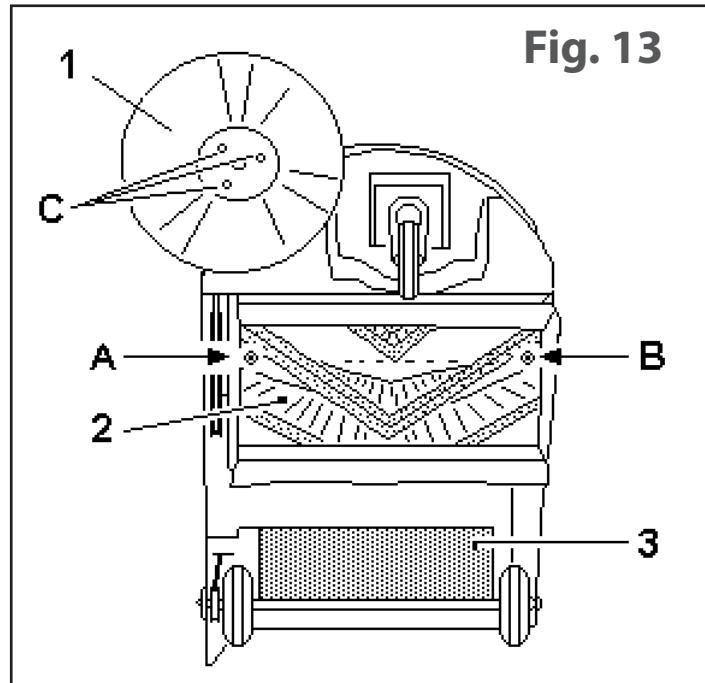

Fig. 13
1. Estrarre il cassetto **part. A fig. 1** e premendo sul manico portare la macchina nella posizione come illustrata in **fig. 13**.
2. Svitare completamente le due viti **part. A, B fig. 13**.
3. Prima di staccare la spazzola dalla macchina fare molta attenzione al verso delle setole (**vedi fig. 13**).
5. Riavvitare le viti **part. A, B fig. 13** e procedere alla registrazione dell'altezza (→ vedere capitolo REGOLAZIONE SPAZZOLA CENTRALE).
1. Togliere il contenitore **part. A fig. 1** e portare la macchina nella posizione inclinata come mostrato in **fig. 13**.
2. Svitare le tre viti **part. C fig. 13** che tengono la spazzola laterale **part. 1**.